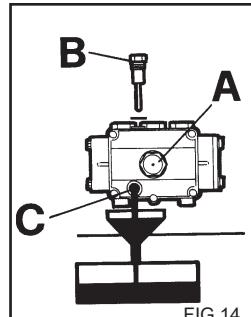

FIG.14
- 1) Skruva ut dränerings-pluggen som är placerad under pumpen (fig. 14 C).
- 2) Skruva ut locket med oljestickan (fig. 14).